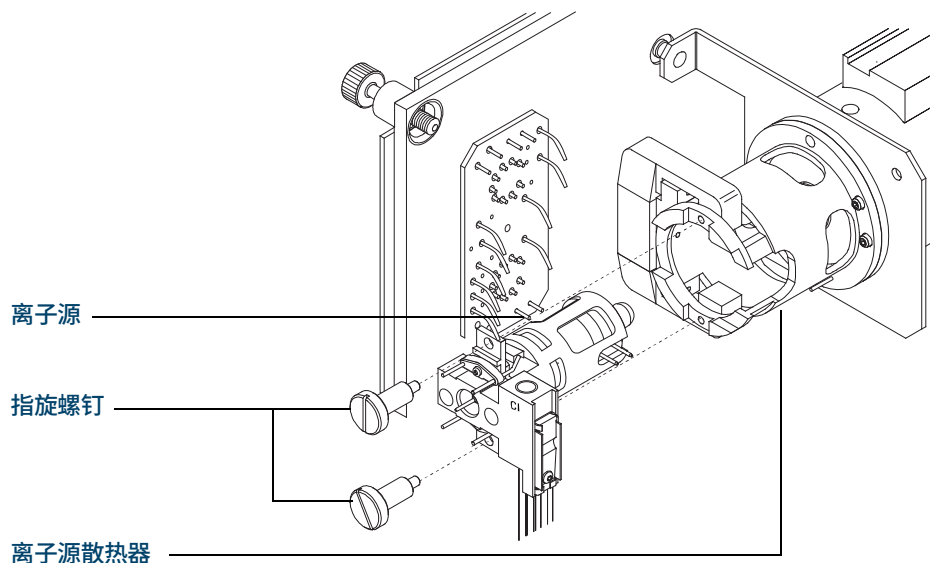

图 80. 安装 CI 离子源
- 3 将 CI 离子源滑入散热器。（请参阅图 80。）
- 4 安装指旋螺钉。（请参阅图 80。）